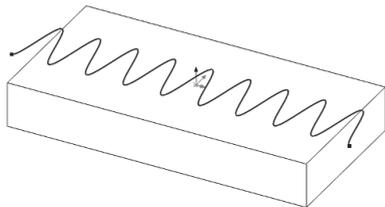

图5-14 正弦曲线
(5) 单击“确定”按钮，在平面上创建正弦曲线，如图5-14所示。